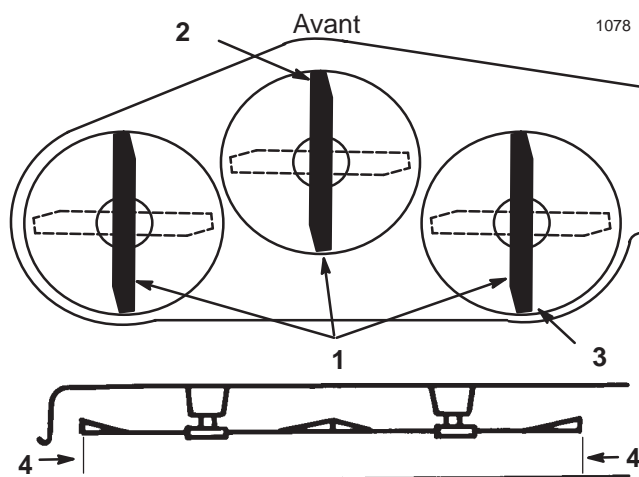

Figure 42
- Réglez la hauteur de coupe à 76 mm et tournez les lames avec précaution dans le sens longitudinal (Fig. 42).
- Mesurez la distance entre la pointe de la lame avant (Fig. 42) et la pointe de la lame arrière par rapport à la surface plane. Si la pointe avant de la lame n'est pas de 1,6 à 7,9 mm plus basse que la pointe arrière, réglez les tourillons avant.
- Lorsque les deux tourillons sont réglés de la même manière, fixez les chapes en place à l'aide des goupilles fendues. Vérifiez de nouveau l'inclinaison avant/arrière. Poursuivez le réglage des chapes jusqu'à ce que la pointe avant de la lame soit de 1,6 à 7,9 mm plus basse que la pointe arrière (Fig. 42).